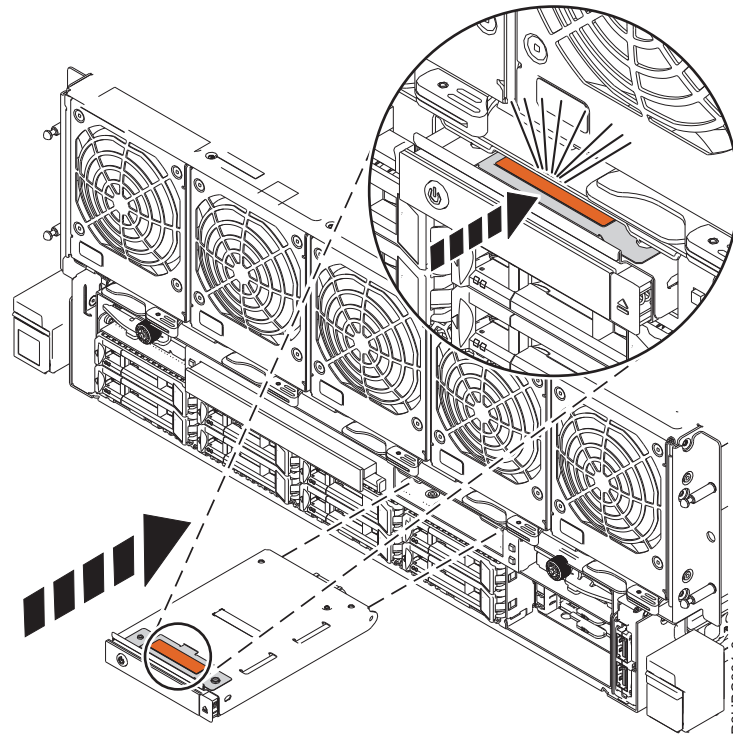

Figure 22. Remise en place du panneau de commande
- b. Insérez le panneau de commande dans l'emplacement et appuyez sur l'onglet de couleur terracotta pour l'enclencher. Voir figure 22.